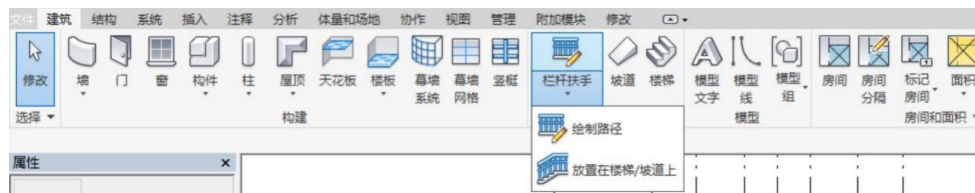

图2-198栏杆扶手工具
1. 打开“F2-3.00”平面，单击【建筑】>【楼梯坡道】>【栏杆扶手】>【绘制路径】，进入栏杆扶手草图编辑模式，见图2-198。